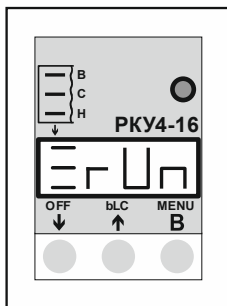

Рис.3
**Примечание:** когда нагрузка включена, на лицевой панели горит красный светодиод, а на экране прибора отображается значение **rUn** и состояние сенсоров (рис.3).